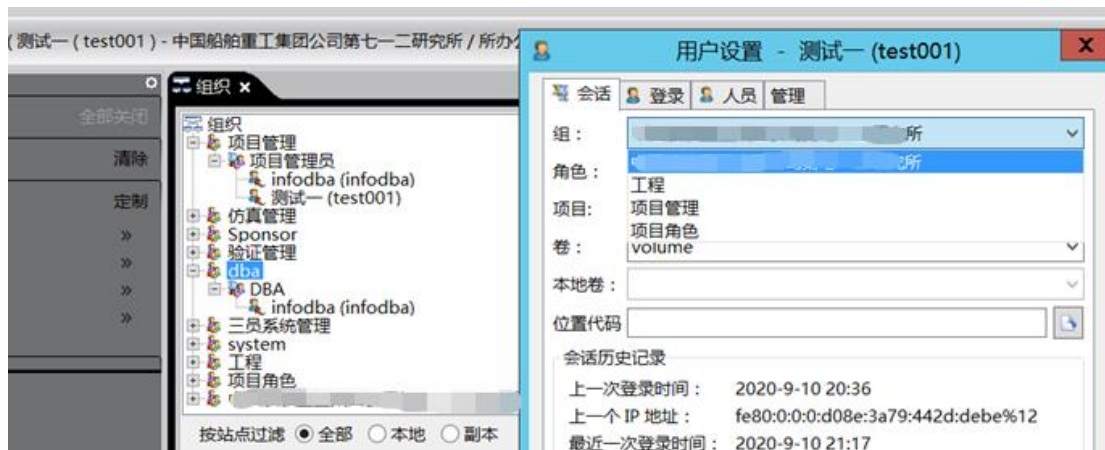

图 3
2) 此时该组就不再出现此用户了，此用户的切换组页面也没有该组（如图 3）。